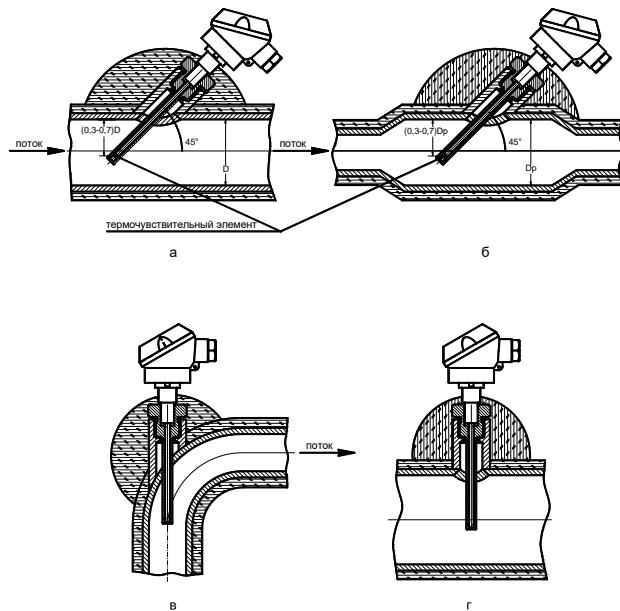

Рисунок 6.8 Рекомендуемые варианты установки термопреобразователей на трубопроводе
6.5.3 Если диаметр чувствительного преобразователя ТС превышает 0,13D, то допускается при установке ТС применять расширитель (рисунок 6.8 б), где Dр – внутренний диаметр расширителя.